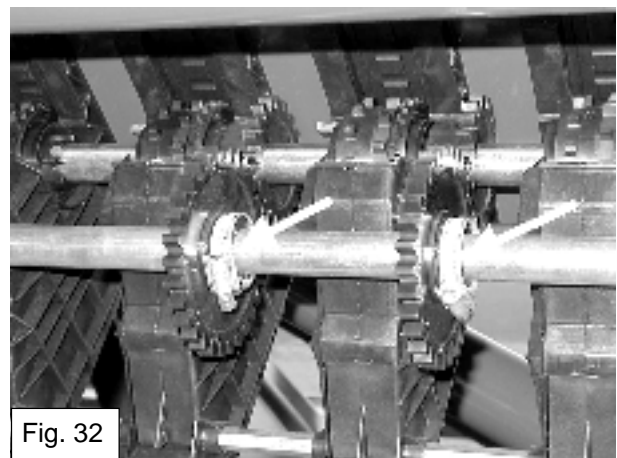

Fig. 32
- Allentare i collari che fissano le ruote dentate al contralbero, in modo che le ruote dentate possano essere spostate (fig. 32).